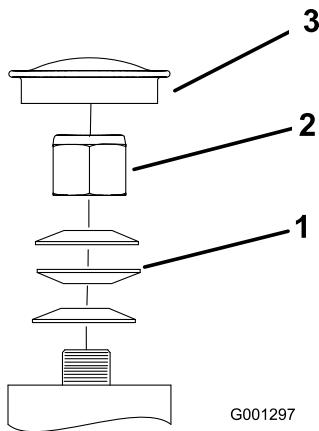

Figura 64
3. Retire el tapón anti-polvo de la rueda giratoria y apriete la contratuerca (Figura 64).
4. Apriete la contratuerca hasta que las arandelas de muelle estén planas, luego afloje la contratuerca 1/4 de vuelta para establecer la pre-carga correcta de los cojinetes (Figura 64).
Importante: Asegúrese de que las arandelas de muelle están correctamente instaladas, según se muestra en Figura 64.
5. Coloque el tapón anti-polvo (Figura 64).